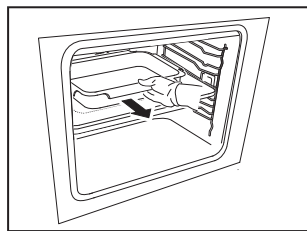

Fig. 1
1. Con entrambe le mani, afferrare la maniglia anteriore e rimuovere parzialmente il recipiente di cottura (Fig. 1).